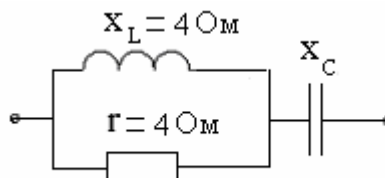

Рис. 80
59. При каком значении сопротивления конденсатора в цепи (рис. 80) возникает резонанс напряжений?